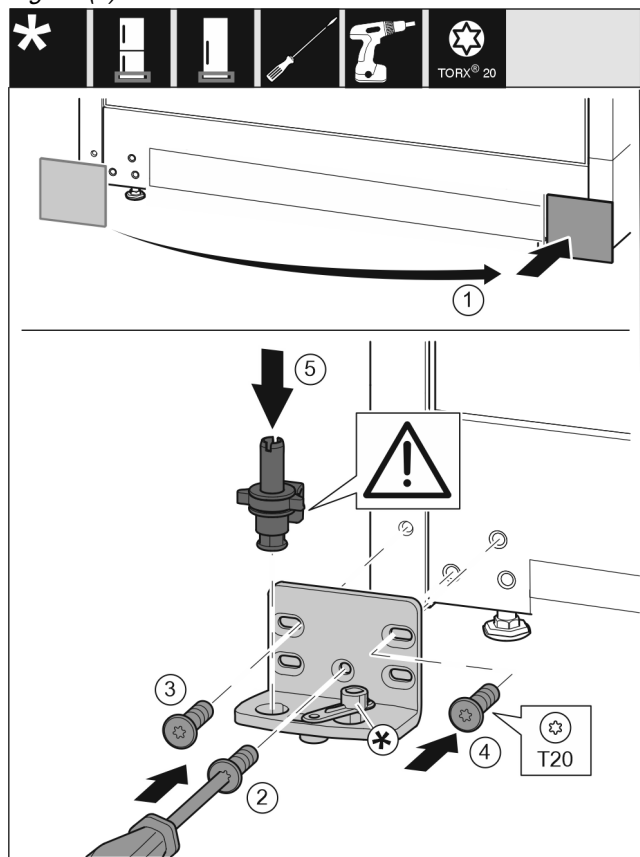

Fig. 14
- ▶ Afdekking eraf halen en op de andere kant aanbrengen. Fig. 14 (1)
- ▶ Lagerbus op de andere kant aanbrengen en met behulp van een schroevendraaier T20 vastschroeven. Met schroef 2 onder in het midden beginnen. Fig. 14 (2)
- ▶ Schroef 3 en 4 vastschroeven. Fig. 14 (3,4)
- ▶ Lagerbout volledig aanbrengen. Let op dat de vergrendel nok naar achter wijst. Fig. 14 (5)